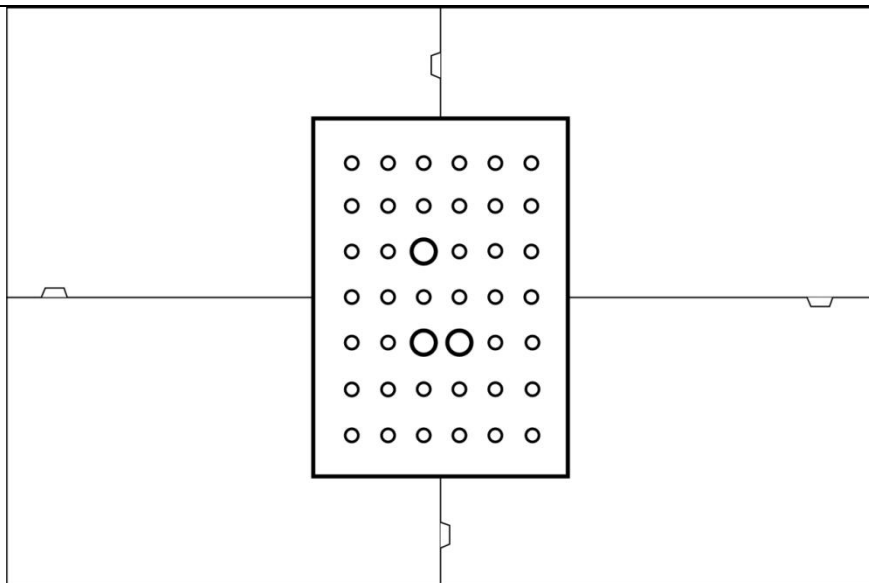

图 6-1 3DeVOK MT 标定板及标定附件摆放示意图
- 1、拿出防水箱中的标定板拓展附件，将其拼合并放置在标定板四周（如图 6-1 所示）。
- 注意标定板摆放方向应与图 6-1 及软件 UI 指示方向一致。错误的标定板摆放方向会导致第 6 步以后标定卡顿，**请务必检查方向！**